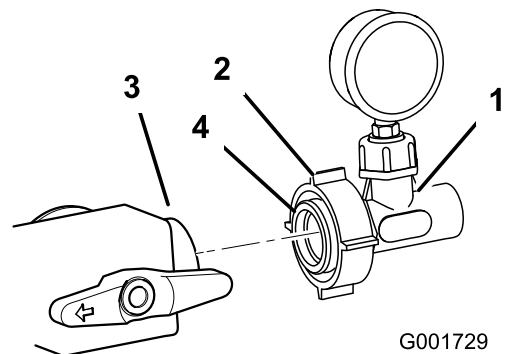

Figura 14
13. Lubrique la junta tórica del adaptador con un lubricante sin petróleo, como por ejemplo aceite vegetal (Figura 14).
14. Instale el conjunto del manómetro en el orificio de la válvula de control instalada anteriormente (Figura 14).